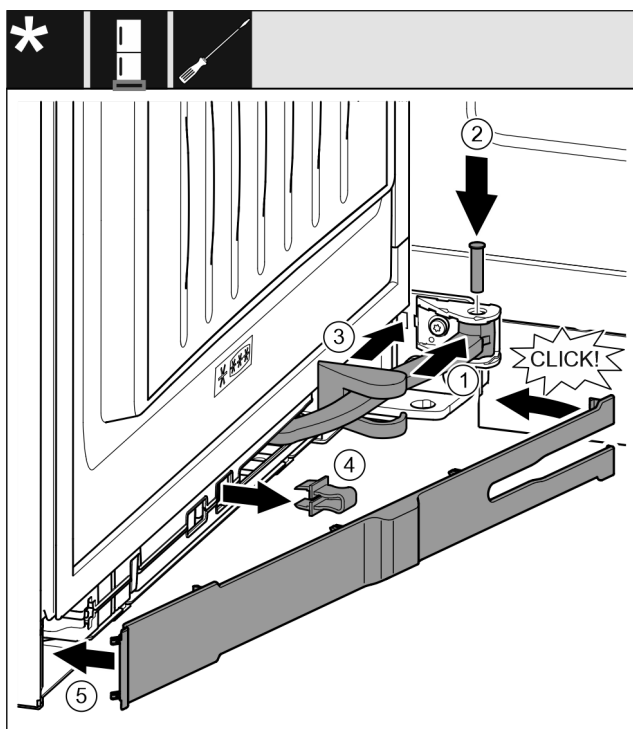

Fig. 63
- ▶ Ktheni menteshën Fig. 63 (1) në vendin e varjes.
- ▶ Futni bulonin Fig. 63 (2) me një kaçavidë në vendin e varjes dhe në menteshë. Këtu bëni kujdes që gunga ndaluese të futet saktësisht në kanal.
- ▶ Shtyni kapakun mbulues të bazamentit mbështetës Fig. 63 (3) përgjatë krahut të menteshës dhe montojeni mbi vendin e varjes.
- ▶ Hiqni siguresën Fig. 63 (4).
- ▶ Vendosni panelin mbulues Fig. 63 (5) në anën e dorezës dhe shtyjeni për nga brenda.